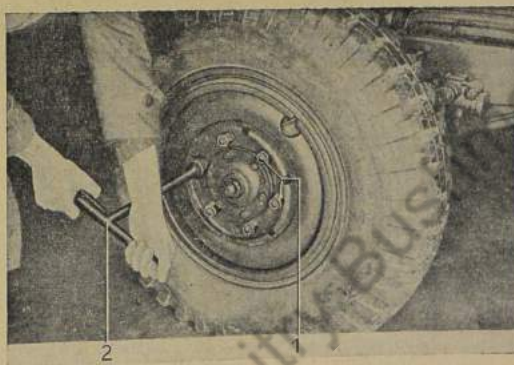

Bild 614: Rad abnehmen
3. Beide Hinterräder abnehmen (Bild 614). Zum Abschrauben der Radmuttern Hand-bremsse anziehen.